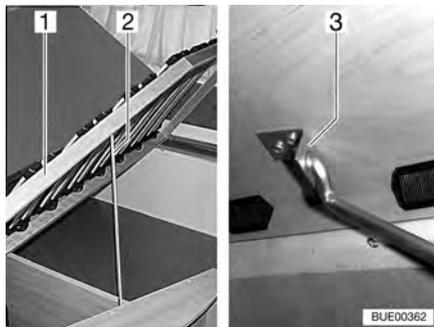

Fig. 71 Cama fija
- Levantar el somier (Fig. 71,1), soltar la barra (Fig. 71,2) del anclaje e introducirla en el agujero de la sujeción (Fig. 71,3).
- Levantar el somier (Fig. 71,1), soltar la barra (Fig. 71,2) de la sujeción (Fig. 71,3) y fijarla en el anclaje.